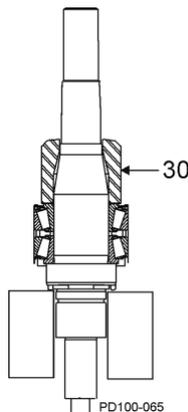

Abbildung 52 - Montage des Lagerdistanzstücks
9. Montieren Sie das Lagerdistanzstück (Abbildung 52, Pos. 30).